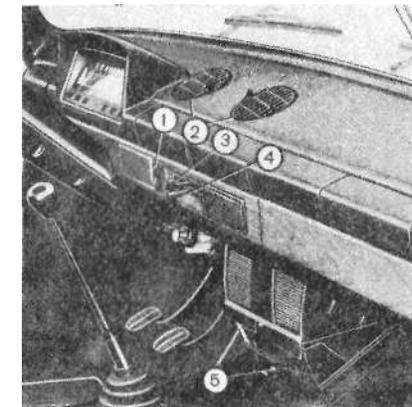

Рис. 10. Органы управления отоплением
- через дефлекторы 2 (рис. 10), если